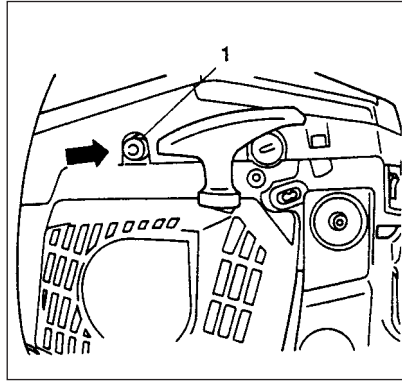

Fig. 2-2B
- \* Das Dekompressionsventil (1) (falls vorhanden) drücken (das Ventil kehrt nach Anspringen des Motors zur Normalstellung zurück). (Fig. 2-2B)